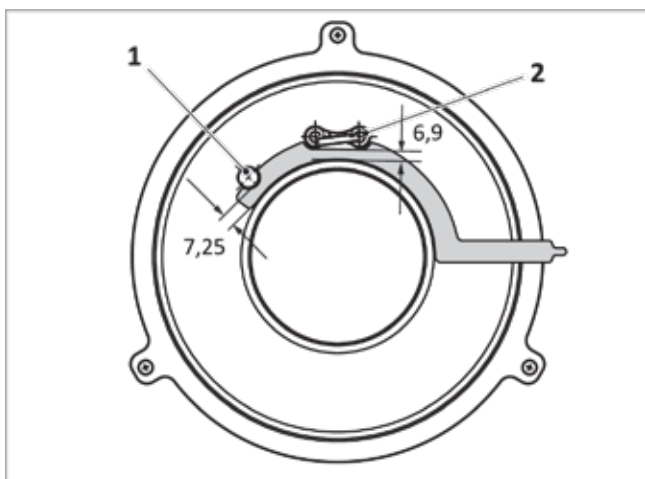

Abb. 47: Abstände Ionisations- und Zündelektrode zum Brennerflansch
- Ionisationselektrode → Abb. 47 (1): 7,25 mm
- Zündelektrode → Abb. 47 (2): 6,9 mm